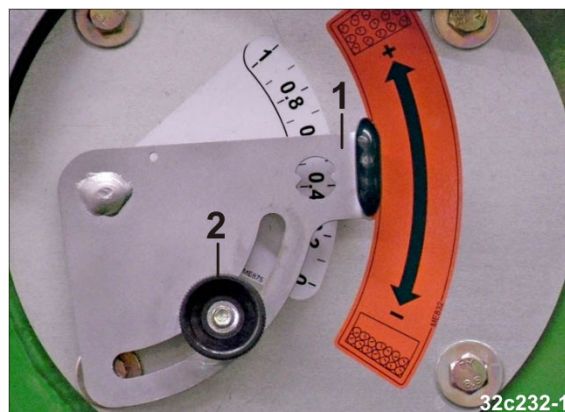

Fig. 171
1. Indstil luftledepladen med håndtaget (Fig. 171/1) (se indstillingsanvisningen, kap.5.5.4, på side 72).
2. Foretag sikring af grebsstillingen med rouletskruen (Fig. 171/2).